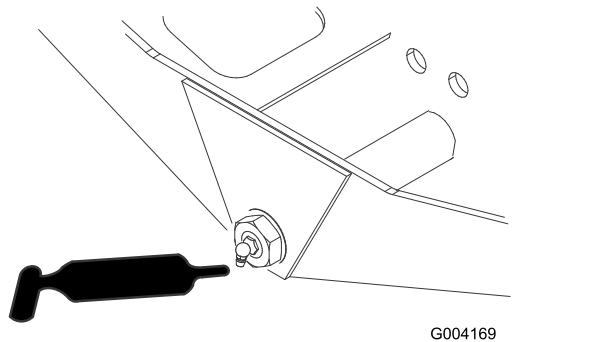

Figura 69
- Articulação do direção do eixo (1 cada) (Figura 69)